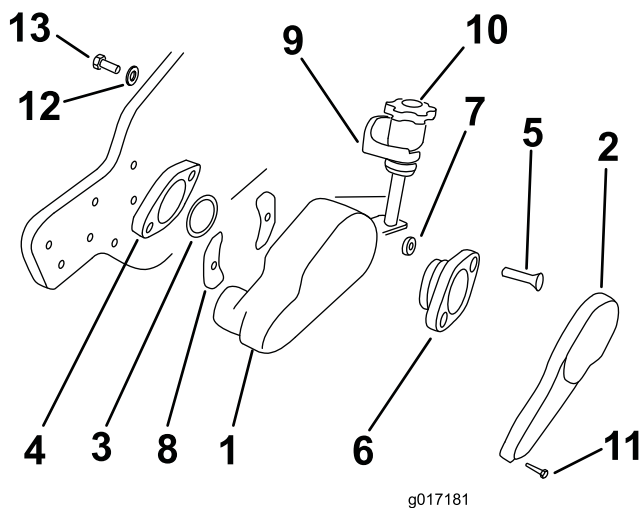
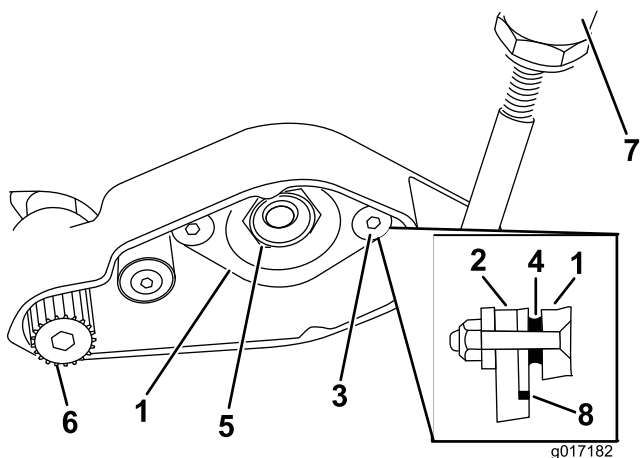

Figura 4
Figura 5
- A. Retire os 3 parafusos de cabeça flangeada e as anilhas de bloqueio que fixam a cobertura ao conjunto da caixa do aparador (Figura 4).
B. Retire a anilha de Belleville e o parafuso de 3/8 x 5/8 pol. de cada bloco de montagem (Figura 4).
C. Insira o anel adaptador na caixa de rolamentos do cilindro (Figura 4 e Figura 5).
D. Insira os dois parafusos de cabeça chata de 3/8 x 2 pol. através do adaptador do rolamento e posicione as cunhas nas extremidades dos parafusos (Figura 4 e Figura 5).
E. Alinhe o adaptador do rolamento, os espaçadores e os parafusos com o rolamento de bronze e as ranhuras na caixa do aparador. Faça deslizar o adaptador do rolamento através do rolamento de bronze e os parafusos através das ranhuras no conjunto da caixa do aparador (Figura 4 e Figura 5).
F. Insira uma cobertura da ranhura em cada parafuso, alinhando o lado curvo da cobertura da ranhura com a curva da caixa do aparador. As coberturas da ranhura têm de estar posicionadas com a curva afastada da caixa do aparador (Figura 4).
G. Insira os parafusos de cabeça chata na caixa de rolamentos do cilindro. Instale as porcas de bloqueio nos parafusos e aperte-as com uma torção de 31 a 37 Nm (Figura 4 e Figura 5).
9. Faça deslizar uma extremidade da estrutura do eixo do aparador para o suporte do rolamento no conjunto da caixa do aparador (Figura 5). Certifique-se de que as pontas da lâmina do aparador estão voltadas para a frente.
10. Aplique Loctite azul nas roscas no eixo do aparador. Enrosque a polia accionada (rosca esquerda) à extremidade do eixo do aparador. Utilizando uma chave Allen de 3/8 pol. numa chave de aperto, aperte a polia com uma torção de 39 a 47 Nm (Figura 4 e Figura 5).
11. Monte o bloco de montagem do botão de ajuste na placa do lado esquerdo com o parafuso de 3/8 x 5/8 pol. e a anilha de Belleville previamente retirada (Figura 4).
12. Volte a instalar estrutura do ajustador da barra de apoio esquerda na placa lateral com os parafusos e as anilhas previamente retirados (Figura 4).
13. Desmonte a porca de bloqueio do rolamento do cilindro do veio do cilindro (Figura 5). Fixe o cilindro para não rodar com um bloco de madeira.